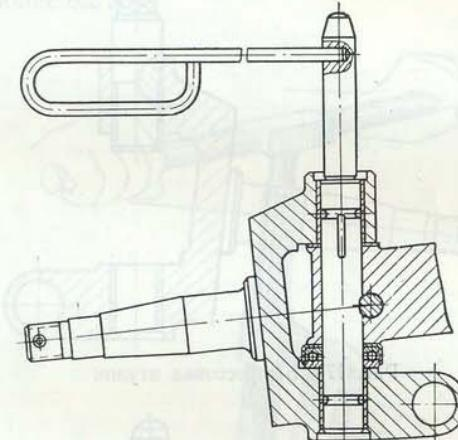

Рис. 173. Выпрессовка шкворней
10. Выбить заглушку шкворня и выпрессовать шкворень (рис. 173).